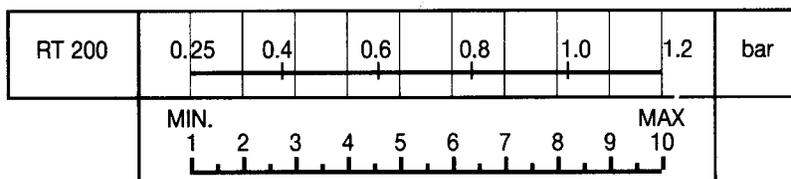

Fig. 5
De obicei se urmaresc instructiunile pentru verificatorul model DANFOSS RT 200 cu camp de gradatie 2-6 bar (vezi Fig. 5). In cazul in care sunt implicate alte tipuri de presostate este necesar a se consulta documentatia specifica alaturata acestora.
- a) Rotiti butonul (1) pana cand indicatorul scarii (2) se pozitioneaza la valoarea presiunii la care se doreste repornirea arzatorului;
- b) Demontati capacul presostatului si pozionati tamburul (3) la valoarea aleasa pentru diferential (oprirea arzatorului) in baza diagramei din Fig. 5; diferentialul se ridica la valoarea fixata la punctul a).